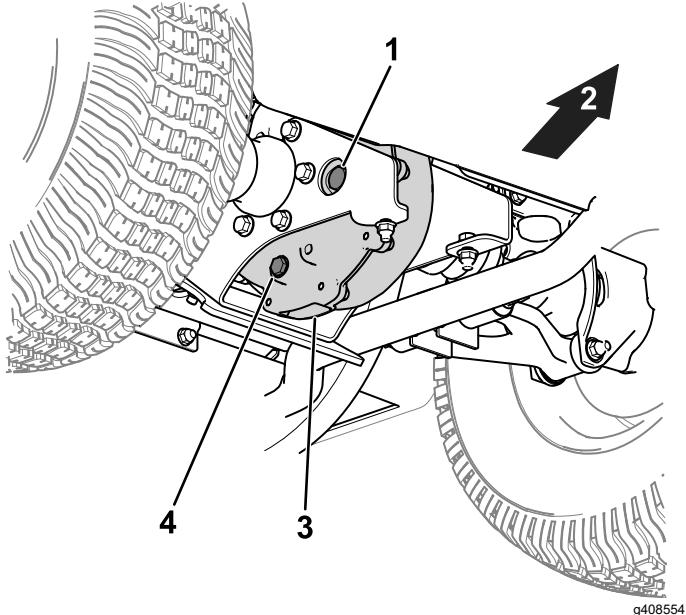

Bild 43
1. Entfernen Sie die Füllschoraube am Getriebe (Bild 43).
- Wenn der Ölstand niedrig ist, nehmen Sie die Füllschraube ab und füllen Sie die angegebene Ölsorte ein, bis das Öl aus dem Loch ausläuft (Bild 43).
- Stellen Sie eine Auffangwanne unter die Ablassschraube (Bild 43).
- Entfernen Sie die Füllschraube (Bild 43).
- Entfernen Sie die Ablassschraube und lassen Sie das Öl vollständig ablaufen (Bild 43).